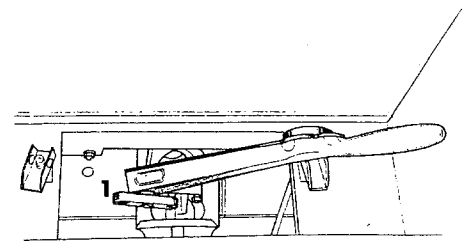

Fig 07–53. Fastsättning av främre kardanknutar
8. Montera främre kardanaxeln. Se till låsblecket som håller samman lagerskålarna kommer in i de avsedda urtagen så att inte lagren deformeras. Dra krampornas muttrar 20 Nm (15 lb. ft.), se fig 07–53.